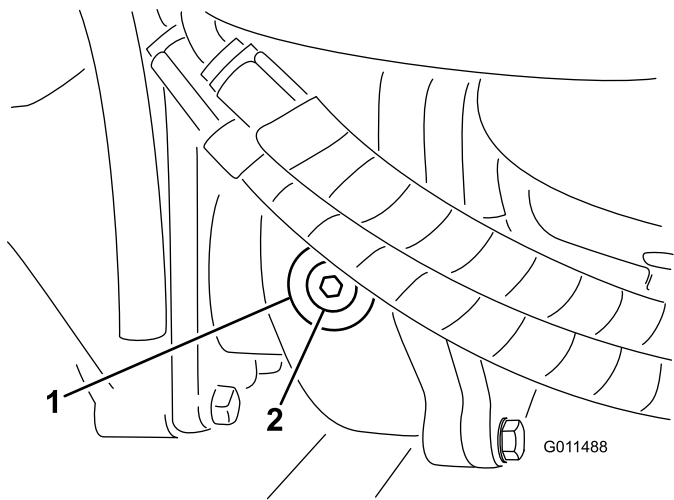

Рисунок 113
2. Снимите пробку контрольного (заливного) отверстия с левой стороны редуктора и убедитесь, что масло доходит до нижнего края отверстия (Рисунок 113).